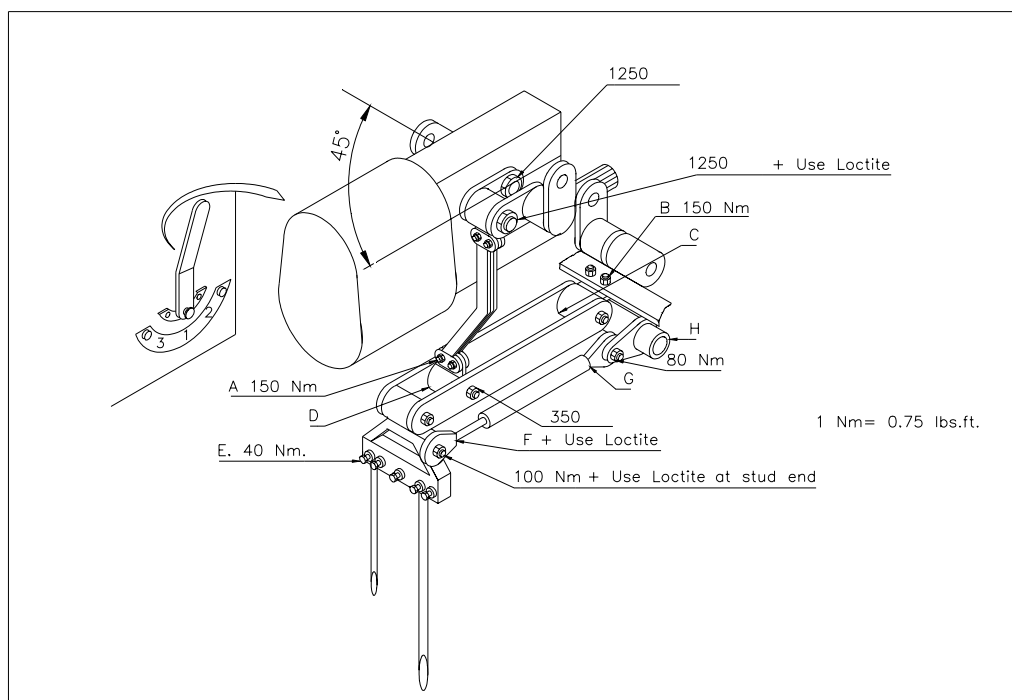

Fig. 8
Vous trouverez à la figure 8 les couples de serrage des boulons / écrous principaux. Vérifiez que les boulons et les écrous dont les couples ne sont pas mentionnés soient serrés de la même manière que les boulons ou écrous similaires. Si les boulons et les écrous deviennent lâches, vous pouvez utiliser de la loctite pour les refixer.
6. Après avoir réinstallé la manivelle et/ou le palier, remettez les pièces en place en respectant l'ordre selon lequel vous les avez démontées. Utilisez de la loctite là où cela est indiqué sur la figure 8.